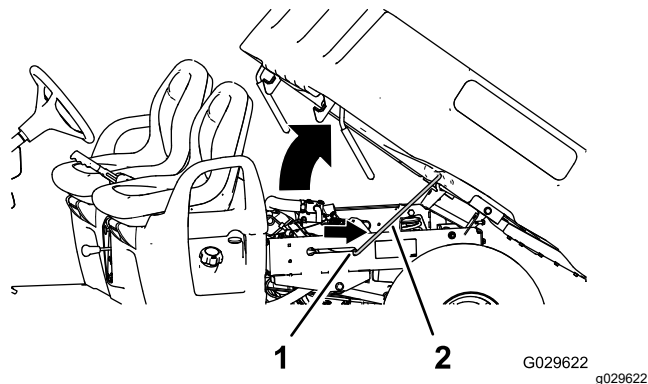

図 19
2. プロップロッドを固定スロットにはめ込んで荷台を固定する **図 19**。
2. 荷台の底部のスロットにはめ込んであった支え棒を外す 図 19。
3. ラッチが確実にかかるまで荷台を降ろす 図 19。